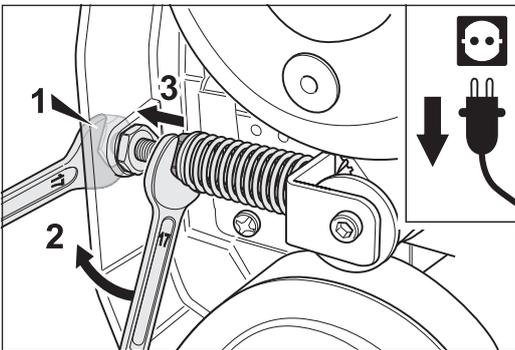

Fig. 40 Dévissez les écrous de serrage jusqu'aux contre-écrous.
- 8 Pour détendre le ressort, tournez maintenant le deuxième écrou jusqu'au contre-écrou (fig. 40).